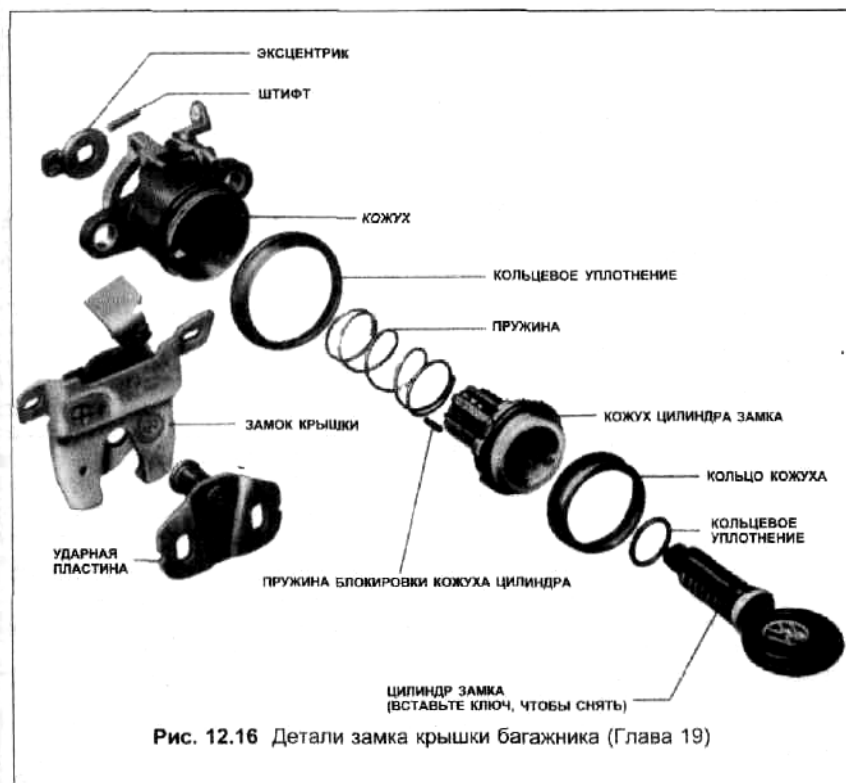

Рис. 12.16 Детали замка крышки багажника (Глава 19)
- 2 Отсоедините и удалите кожух замка в сборе, детали которого показаны на Рис. 12.16.